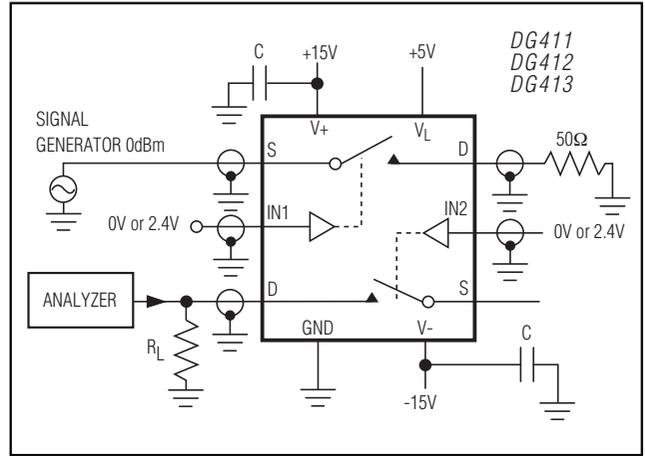

図6. クロストーク
**Note 6:** Between any two switches. See Figure 6.